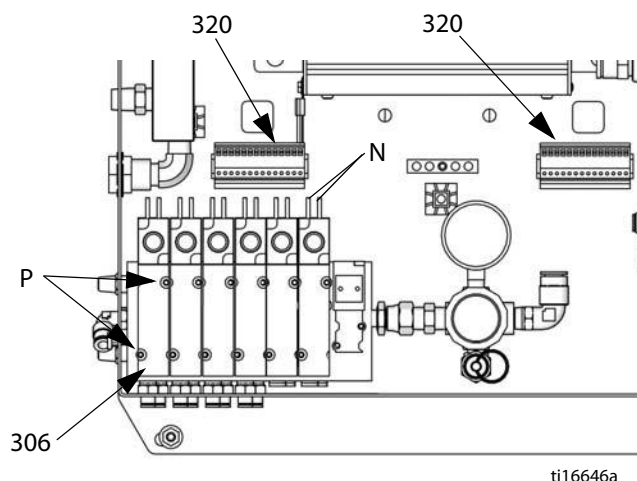

Рис. 3. Замена одного соленоида
3. Отсоедините 2 провода соленоида (N) от разъема жгута проводов (320). См. Рис. 3.
4. Выкрутите 2 винта (P) и извлеките соленоид (306).
5. Установите новый соленоид (306).
6. Подсоедините 2 провода соленоида (N) к разъему жгута проводов (320). Обратите внимание на полярность проводов соленоида (красный "+", черный "-"). См. раздел "Электрическая схема системы", стр. 66 – 69.